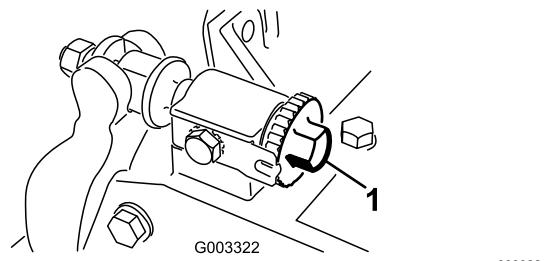

Figura 10
- Girate in senso antiorario le viti di regolazione della barra di appoggio per accertarvi che la barra di appoggio non tocchi il cilindro (Figura 10).